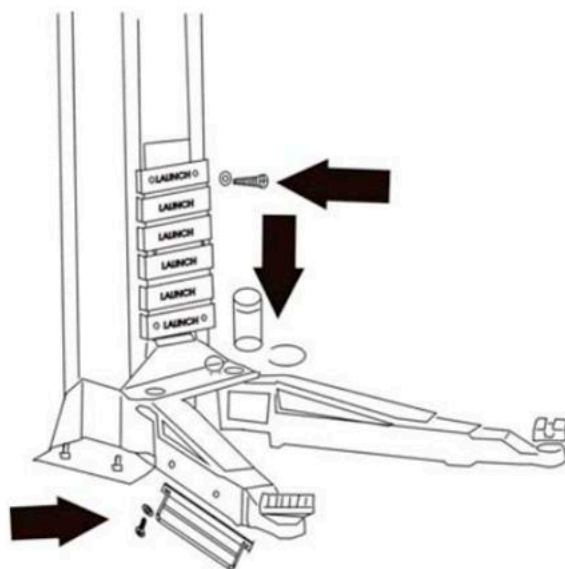

рис. 13
- Встановіть лапу підйомача, як показано на рис. 13.